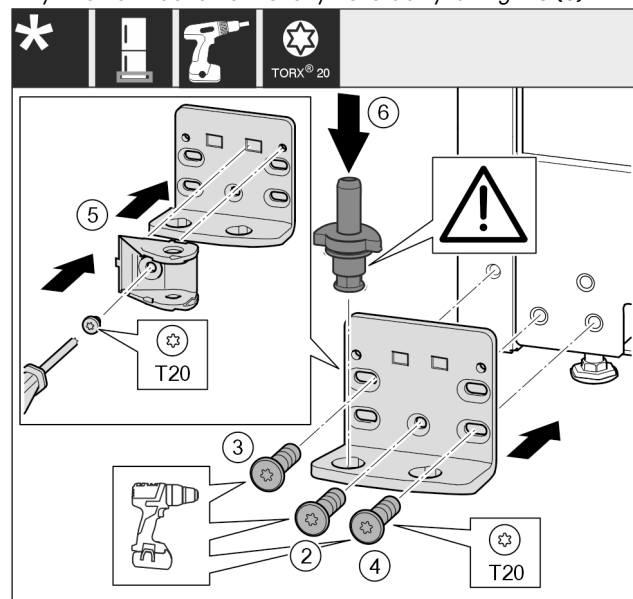

Fig. 26
- ▶ Płytkę zawiasu założyć z drugiej strony i przykręcić przy pomocy śrubokręta T20. Rozpocząć od śruby 2 dolnej umieszczonej na środku. Fig. 26 (2)
- ▶ Dokręcić śrubę 3 i 4. Fig. 26 (3,4)
- ▶ Połączenie amortyzatora zamykania obrócić o 180°. Przykręcić z drugiej strony płytki zawiasu przy pomocy śrubokręta T20. Fig. 26 (5)
- ▶ Założyć cały trzpień zawiasu. Przy tym zwrócić uwagę, by krzywka zatrzaskowa wskazywała do tyłu. Fig. 26 (6)